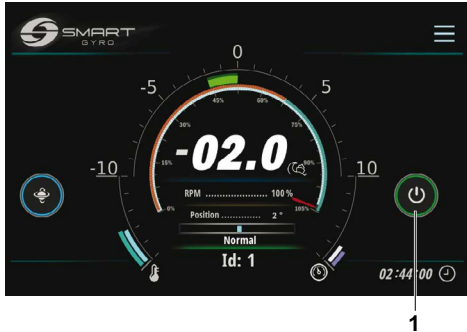

Figure 10
2. Appuyez sur l'icône d'alimentation (MARCHE/ARRÊT) (Figure 10, (1)).